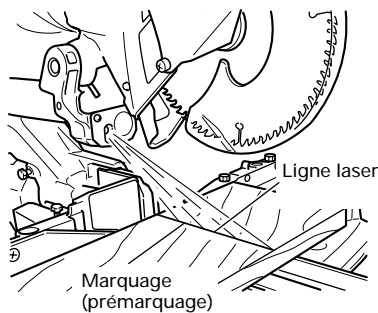

Fig. 21
(3) Après avoir réglé la position de la ligne laser, tracer à l'encre une ligne à angle droit sur la pièce et aligner la ligne tracée à l'encre et la ligne laser. Pour aligner la ligne tracée à l'encre, faire glisser la pièce petit à petit et la maintenir dans un étau à l'endroit où la ligne laser chevauche la ligne tracée à l'encre. Effectuer un autre rainurage et vérifier la position de la ligne laser. Pour changer la position de la ligne laser, effectuer à nouveau les réglages prévus aux opérations (1) à (3).
**REMARQUE:** Vérifier et s'assurer périodiquement que la position de la ligne laser est convenable. Pour effectuer la vérification, tracer à l'encre une ligne perpendiculaire sur la pièce de 25/32" (20mm) de hauteur et de 5-29/32" (150mm) de largeur et s'assurer que la ligne laser est alignée sur la ligne tracée à l'encre. [L'écart entre la ligne tracée à l'encre et la ligne laser doit être inférieure à l'épaisseur de la ligne tracée à l'encre (0,5mm)]. (Fig. 21)